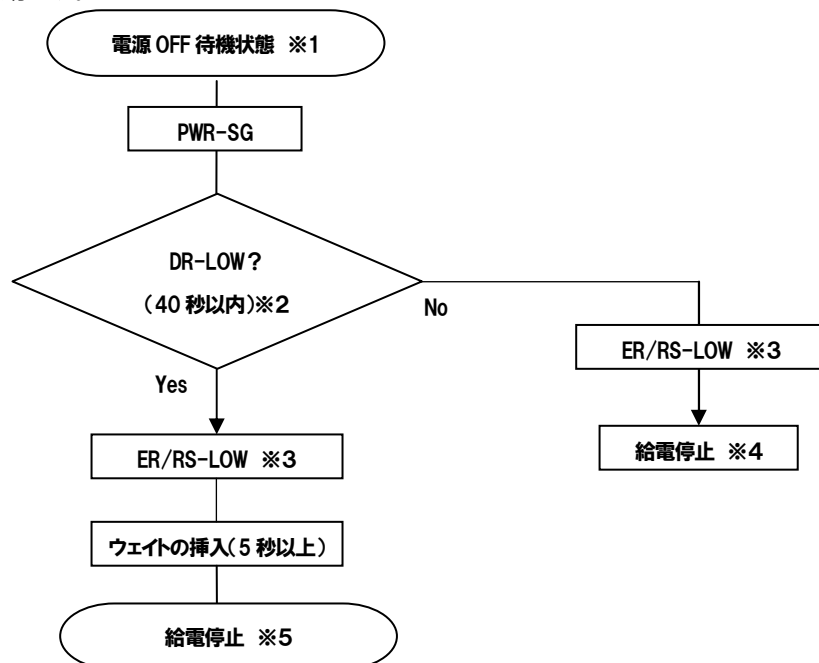

図.2-18 PWR 端子による電源 OFF ※6
- ※6: DoPa MobileArk 9601K0・D・P から置き換えの場合においても、図.2-18 に示すような待ち時間、ウェイトが確保されているかご確認ください。